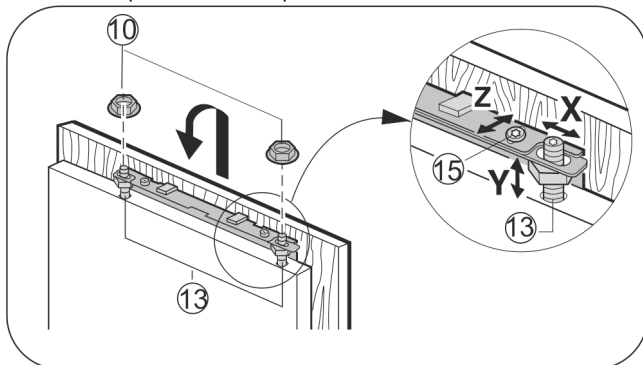

Fig. 19
- Appendere l'anta del mobile ai perni di regolazione Fig. 19 (13) e avvitare leggermente i controdadi Fig. 19 (10) sui perni di regolazione.
- Regolare l'altezza Y e l'inclinazione laterale dell'anta del mobile: Con un cacciavite regolare i Fig. 19 (13) perni di regolazione.
- Stringere i Fig. 19 (10) controdadi.